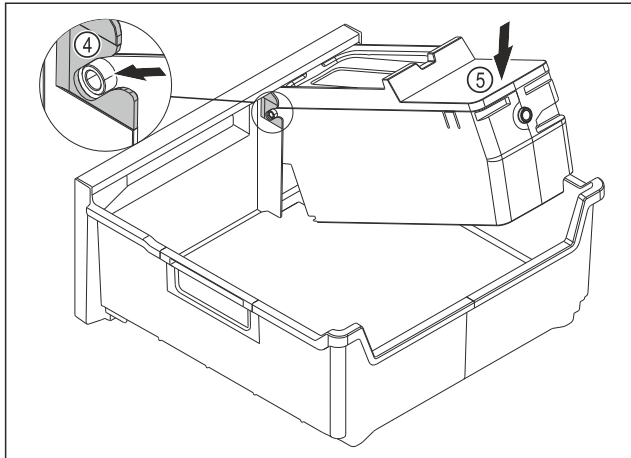

Fig. 114
- ▶ Montaż korpusu EasyTwist-Ice: Wsunąć osie korpusu EasyTwist-Ice w prowadnice Fig. 114 (4).
- ▶ Docisnąć korpus EasyTwist-Ice Fig. 114 (5) z tyłu do dołu.